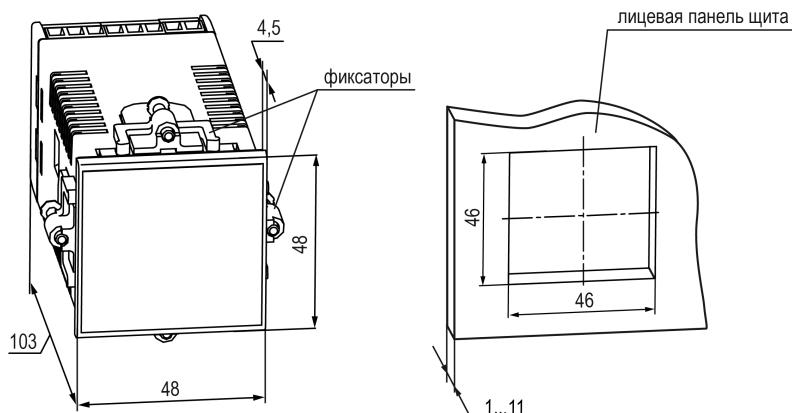

Рисунок 4.8 – Габаритные размеры корпуса Щ5 и монтажного отверстия в щите
- Подготовить в щите управления монтажный вырез для установки прибора с помощью шаблона из комплекта поставки (см. рисунок 4.8).